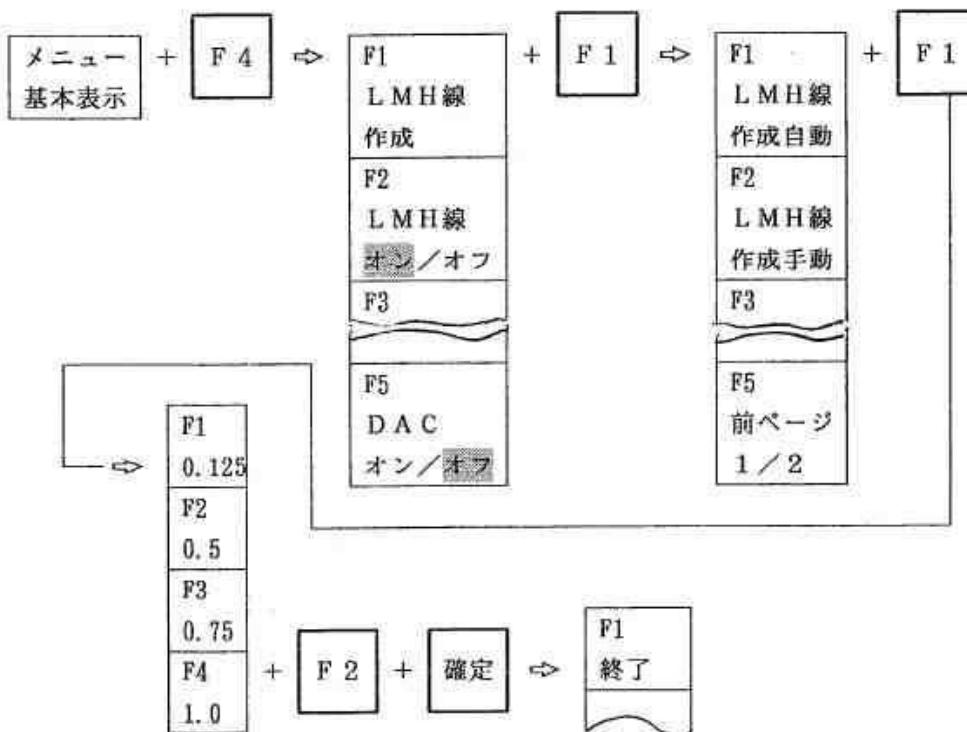

図 9.3.3 初期スキップ値の選択手順
- ① メニューエリアにメニュー基本画面が表示されている状態で、選択キー[F4]を1回押します。図9.3.3に示したような選択メニューが表示されます。
- ② つぎに、選択キー[F1]を1回押します。図9.3.3に示したような選択メニューが表示されます。
- ③ 選択キー[F1]を更に1回押します。図9.3.3の左下に示したような初期スキップ値を選択する選択メニューが表示されます。